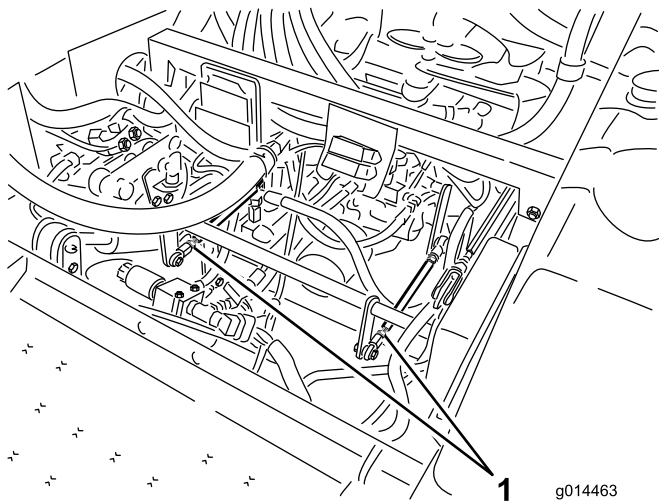

Figura 38
- Se o pneu traseiro esquerdo estiver a rodar, desaperte as porcas de bloqueio na barra de controlo da transmissão do lado esquerdo (Figura 38).